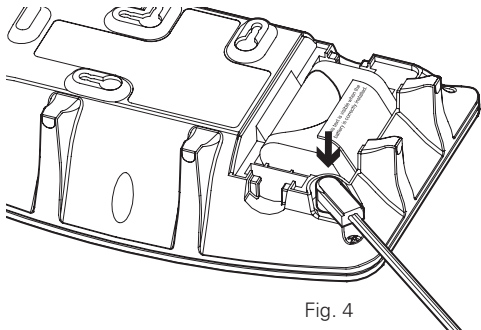

Fig. 4
5. Plug de stroomkabel in de Low Frequency Sounder door de kabel aan te sluiten op het verbindingspunt, zoals getoond (Fig. 4).